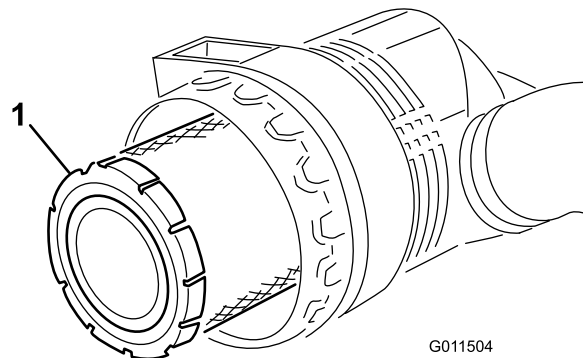

Bild 51
2. Vor dem Entfernen des Filters (Bild 51) sollten Sie schwache Druckluft (276 kPa [40 psi], sauber und trocken) verwenden, um große Schmutzablagerungen zwischen der Außenseite des Hauptfilters und dem Kanister zu entfernen. Vermeiden Sie starke Druckluft, da Schmutz durch den Filter in den Einlassbereich gelangen könnte. Dieses Reinigen verhindert, dass Schmutz in den Einlass gelangt, wenn Sie den primären Filter abnehmen.